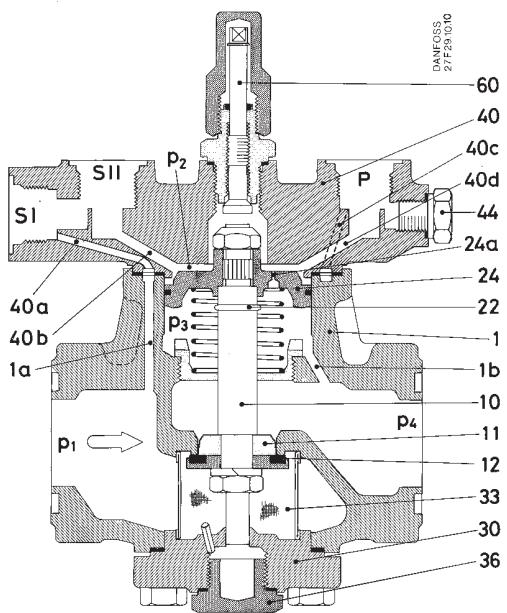

Fig. 1
- Se fig. 1.
- 1a og 1b. Kanaler i ventilhuset (1)
- 24a. Udligningshul i servostemplet (24)
See fig. 1.